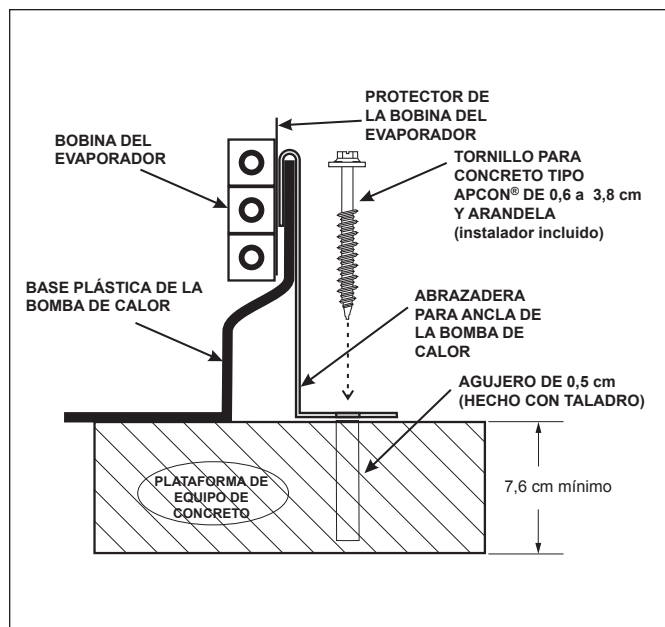

Figura 3. Instalación de Ancla
- Encaje el gancho de cada prensa de sujeción sobre el borde de la base del panel de la bomba de calor. El gancho debe encajar entre el borde del panel de la base y la protección de la bobina del evaporador (véase Figura 3).
- Coloque las prensas de sujeción del ancla de modo que los agujeros en las prensas de sujeción queden sobre el perno de las anclas. Asegúrese de que la prensa de sujeción se enganche sobre el borde de la base de la bomba de calor (véase Figura 3).